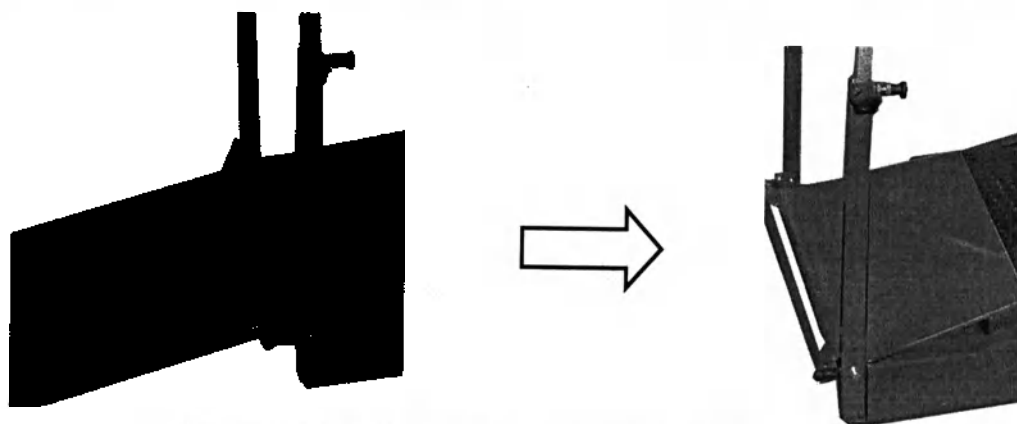

Рисунок 3 – Подготовка тренажера к перемещению
- сложить переднюю рампу на 180 градусов, см. рисунок 3;